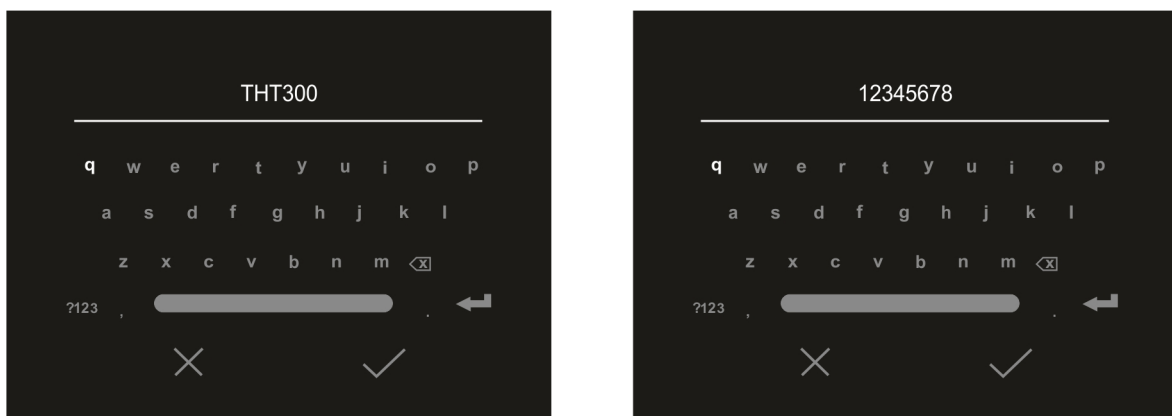

Fig. 15: Definizione SSID e Password del collegamento WiFi
3. Toccare la voce “SSID” per definire un identificatore ID personalizzato della connessione WiFi. La videata di Fig. 15 – parte sinistra è mostrata a display
5. Toccare la voce “Password” per definire la Password personalizzata della connessione WiFi (default “12345678”). La videata di Fig. 15 – parte destra è mostrata a display